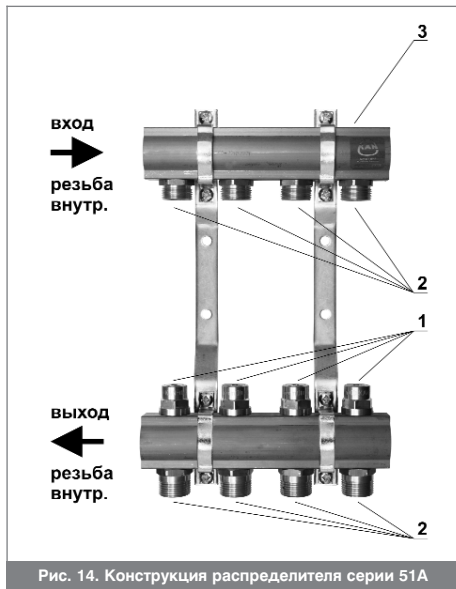

Рис. 14. Конструкция распределителя серии 51A
3. **серия 51A** (рис.14) - нижний коллектор распределителя с встроенными регулирующими вентилями (вентили выравнивают сопротивления потоку через отдельные контуры), а также с выходами на отдельные контуры с наружной резьбой G $\frac{3}{4}$ " (Евроконус),